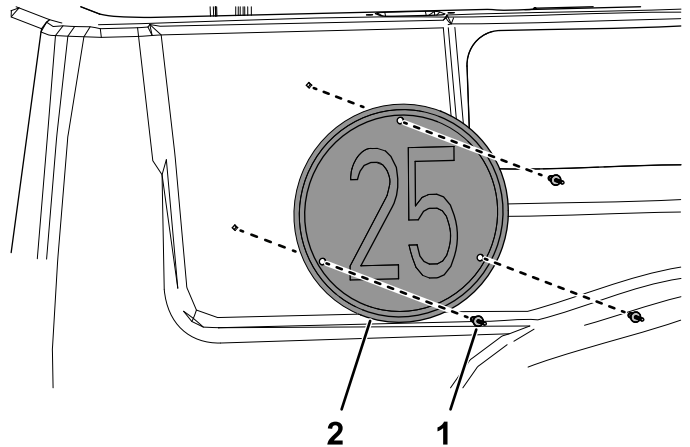

Figur 15
1. På lastbäddens vänstra sida mäter du 136 mm från listens högra kant och 60 mm nedåt från lastflakets ovansida och gör en markering (Figur 15).
2. Mät 128 mm ned från hålmarkeringen i steg 1 och 74 mm till höger respektive vänster och gör två markeringar (Figur 15).
3. Borra ett hål på 5 mm vid alla tre markeringarna (Figur 15).